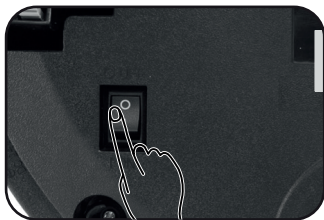

Figura 01
1. Ligue o aparelho no chave inferior **O |**— na posição **I**. **(Figura 01)**